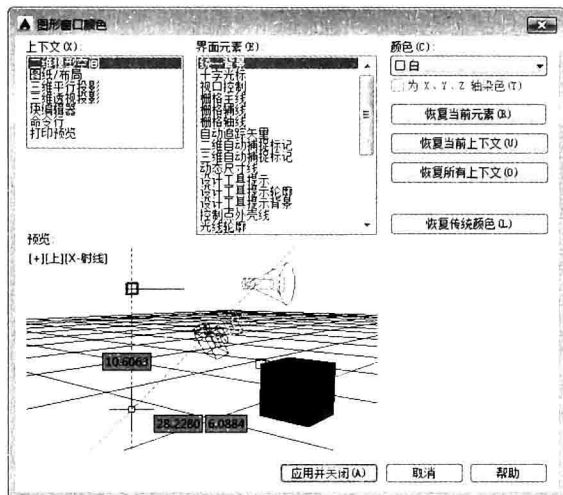

图 1-14 “图形窗口颜色”对话框
- (3) 单击“窗口元素”中的“颜色”按钮，打开如图 1-14 所示的“图形窗口颜色”对话框。